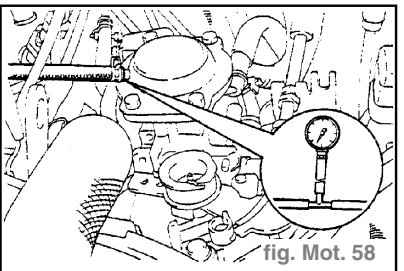

fig. Mot. 58
- Déposer la durit branchée au compenseur de suralimentation de pompe d'injection de carburant, et poser la jauge de pression via le joint en **T**, comme indiqué sur l'illustration. (fig. Mot. 58)